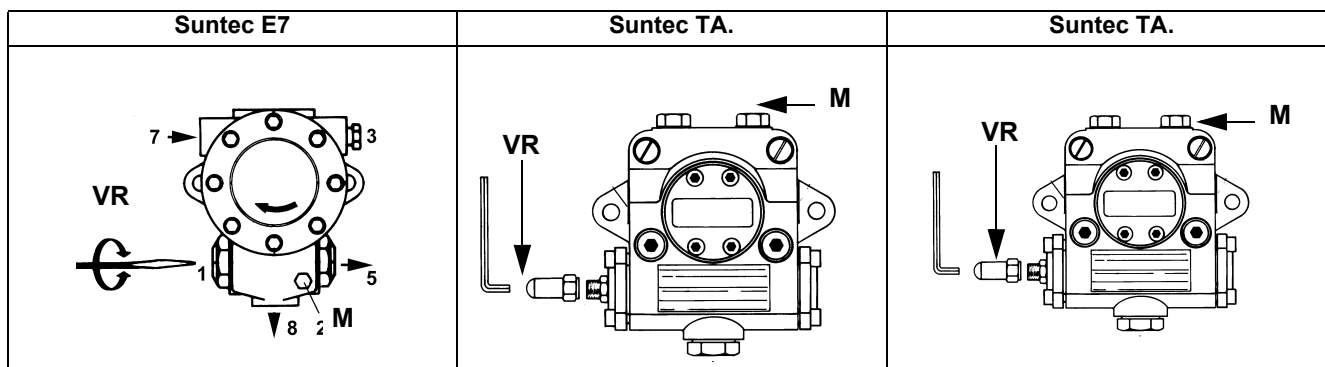
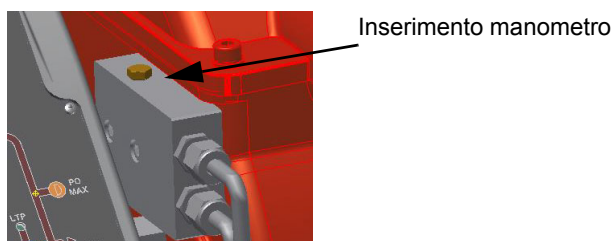

Fig. 13
Fig. 14
- 9 La pressione di alimentazione ugello è già pre-tarata in fabbrica e non deve essere cambiata. Solo se necessario, regolare la pressione di alimentazione (vedi relativo paragrafo) nel modo seguente: inserire un manometro nella posizione indicata in Fig. 14 agire sulla vite di regolazione **VR** della pompa (vedi Fig. 13) fino ad ottenere una pressione all'ugello pari a 20 bar (ugelli Monarch o ugelli Bergonzo - vedere grafici a pag. 35);